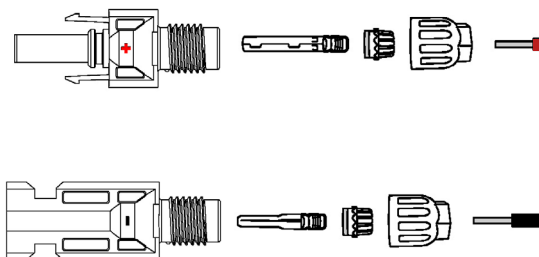

Fig. 18. Desmontaje del conector.
c. Desmontar el conector de la bolsa de accesorios, tal como se muestra en la Fig. 18: